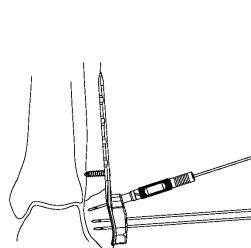

図15-1
1.3GP スリーブ2.5 を挿入した2.5 ドリルスリーブ (T) をスクリューホールに取り付け、1.3 ガイドピンを刺入します。(図15-1)